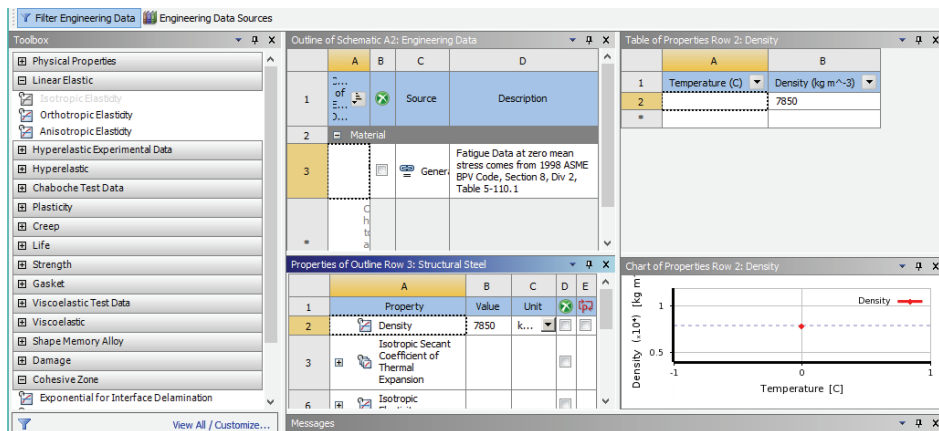

图 7-46 工程数据界面
1) 双击项目 A 中的 A2 栏 Engineering Data 项，进入如图 7-46 所示的材料参数设置界面，在该界面下即可进行材料参数设置。